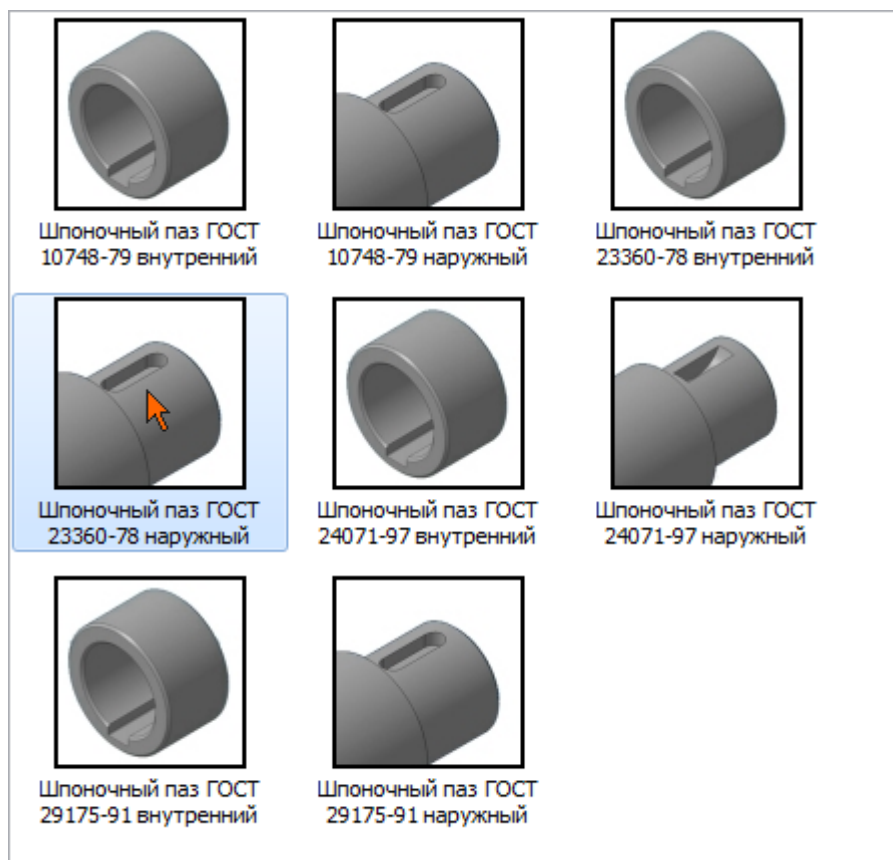

Рисунок 23
- Либо выполните двойной щелчок мыши на изображении элемента в правой части окна (рис. 23).